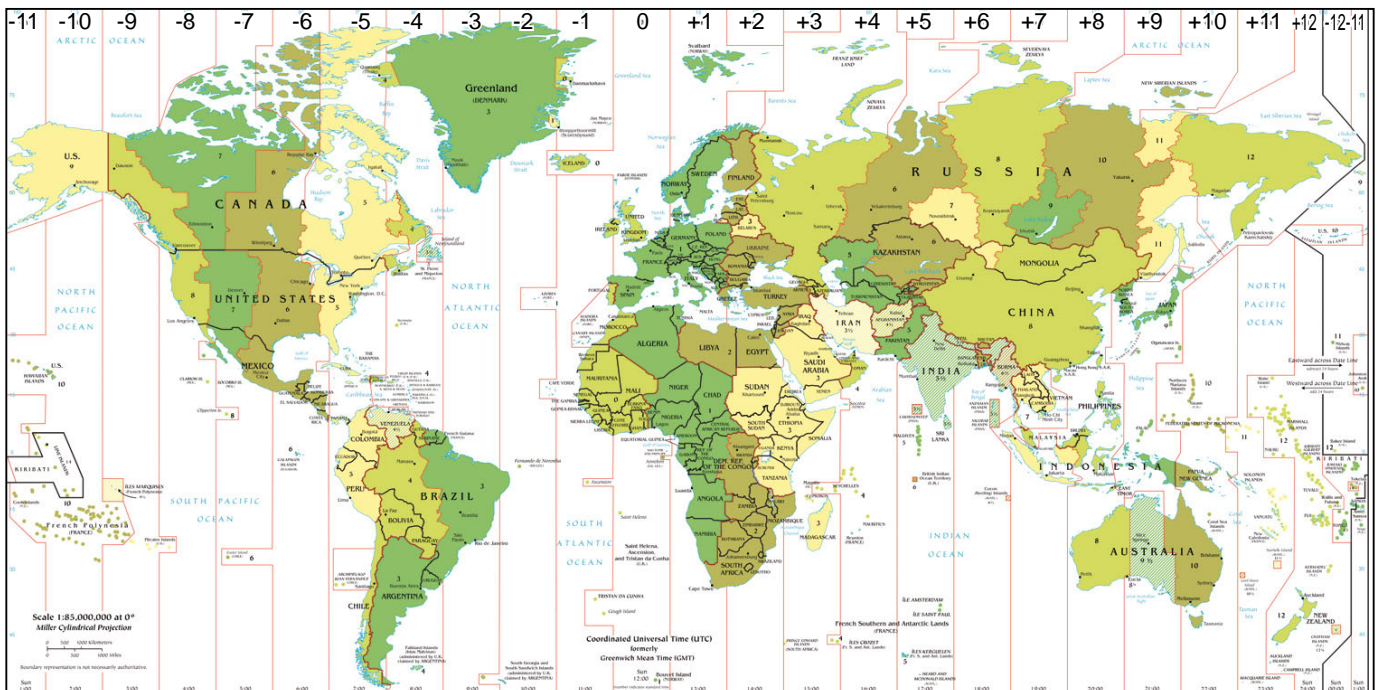

Abb. 25 Zeitzonen
- ▶ Zeitzone GMT (z. B. +1 in Deutschland, siehe Abb. 25)